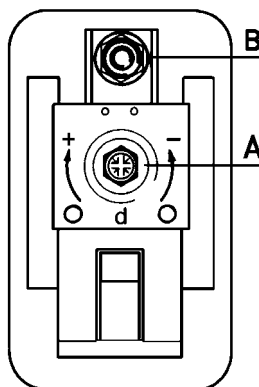

Рис. 4 Реле давления
Удалите крышку реле давления, чтобы иметь доступ к регулировочным винтам (см. рис. 4).
1. Поверните винт (рис. 4, поз. А) по часовой стрелке, если хотите повысить давление выключения. Поверните винт против часовой стрелки, если хотите уменьшить давление выключения. Регулируемая разница давлений при этом остается неизменной.
1. Поверните винт (рис. 4, поз. В) по часовой стрелке, если хотите уменьшить давление включения. Поверните винт против часовой стрелки, если хотите повысить давление включения. Область регулирования разности давлений расширяется или соответственно сужается.